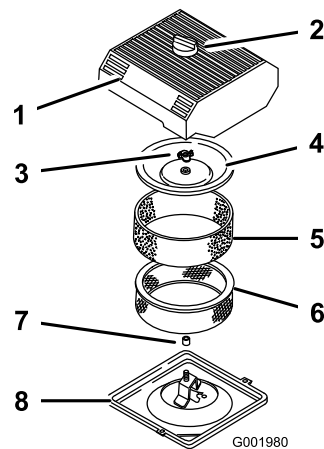

図 44
3. エアクリーナを外したときエンジン内部に異物が入らないよう、周辺をきれいに拭く (図 44)。
4. エア・クリーナのカバーのノブをゆるめてカバーを外す (図 44)。
5. ペーパー・エレメントからスポンジ・エレメントを注意深く取り外す (図 44)。
6. カバー・ナットを外し、カバーとペーパー・エレメントを外す (図 44)。
1. ペーパー・エレメントにスポンジ・エレメントを注意深く取り付ける(図 44)。
3. カバー・ナットを取り付けて指締めする(図 44)。
4. エア・クリーナーのカバーとノブを元通りに取り付ける(図 44)。